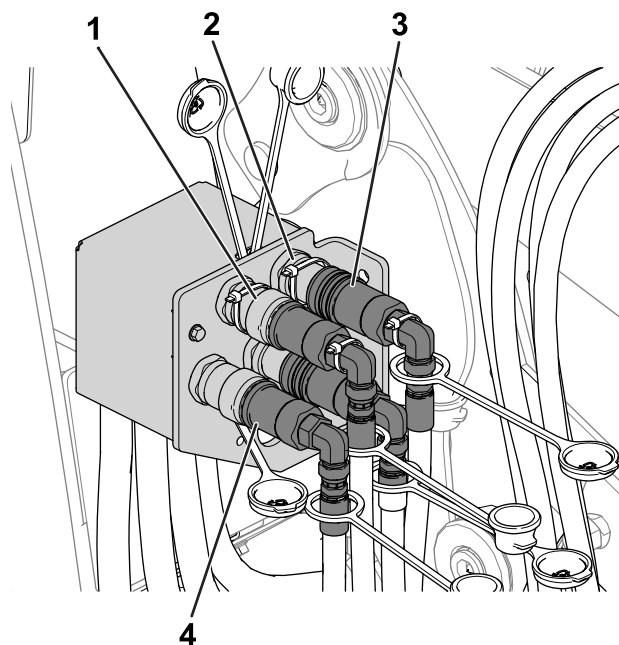

Figura 52
5. Realice los pasos siguientes para conectar los acoplamientos hidráulicos (**Figura 52**):